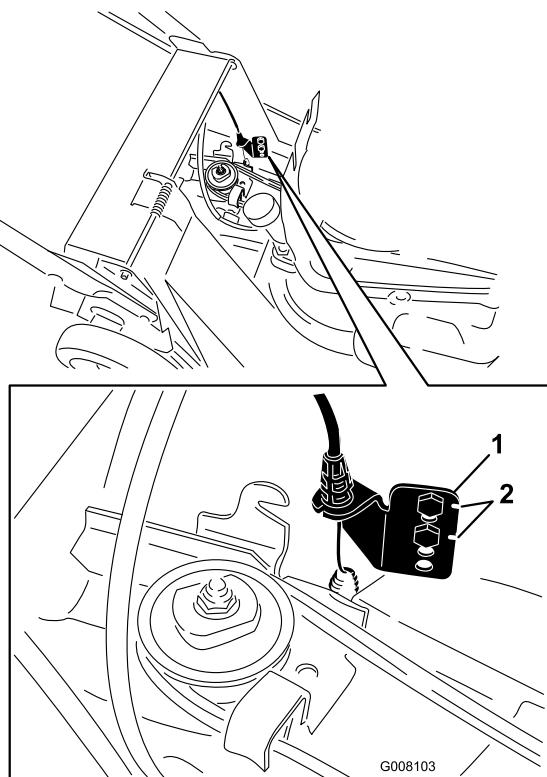

Figure 27
7. Enlevez les vis de la patte d'ancrage inférieure (Figure 27).
8. Remontez la patte d'ancrage inférieure d'un trou (Figure 27).
d'origine (usine), indiquée par les crans situés près des trous de la patte (Figure 27).